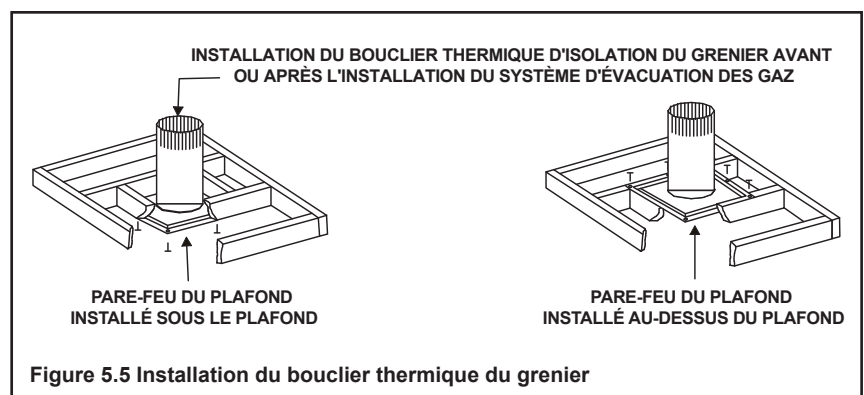

Figure 5.5 Installation du bouclier thermique du grenier
- Le pare-feu du plafond peut être installé sur ou sous les poutres de soutien du plafond, lorsqu'il est installé avec un bouclier thermique d'isolation du grenier. Il doit être sous les poutres de soutien entre les planchers non isolés. Consultez la figure 5.5.